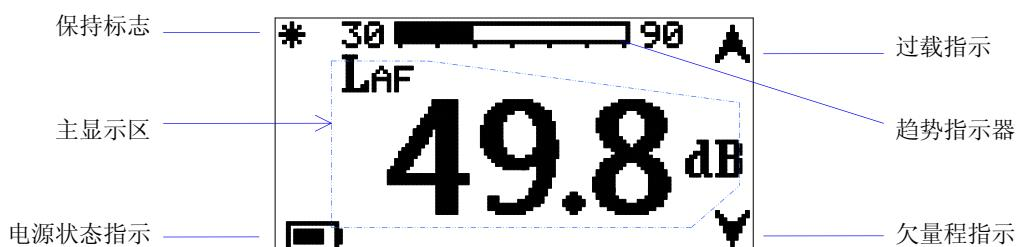

图 9 测量时间计权声级时的显示器
4.6.1.1 HY114B 的模式选择开关置于“普通”时，可测量 A 频率计权 F 时间计权声级或 C 频率计权 F 时间计权声级。测量时间计权声级显示器的界面如图 9 所示。
在时间计权声级测量（见 4.6.1）过程中，按住功能按钮，即能“冻结”（保持）主显示区当前显示的时间计权声级，此时，在显示器的左上角针对出现保持标志“\*”并闪烁，见图 9。